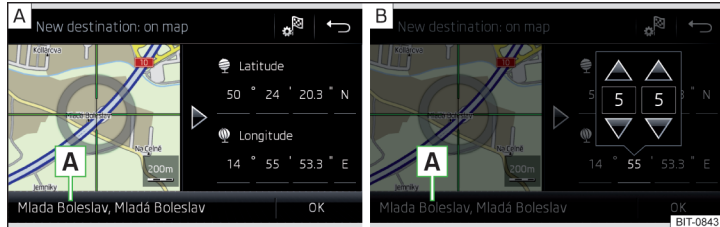

Abb. 229 Ziel eingeben: über den Kartenpunkt / mithilfe von GPS-Koordinaten
- › Durch Bildschirmberührung das gewünschte Ziel in das Fadenkreuz verschieben » Abb. 229 - **A**.
- › Die Funktionsfläche mit dem gewünschten Wert der GPS-Koordinate für die geografische Breite  und geografische Länge  antippen » Abb. 229 - **B**.
Sind in den Navigationsdaten des Infotainments Informationen zum eingegebenen Punkt verfügbar, dann werden diese statt der GPS-Koordinaten angezeigt (bspw. Adresse **A**) » Abb. 229).